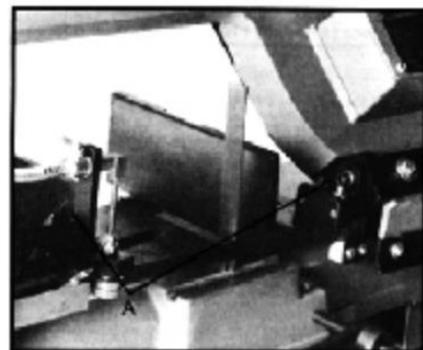

Рис. 4
2. Положите на стол возле лезвий металлический угольник, как показано на Рис. 4.
5. Затяните болты (A).